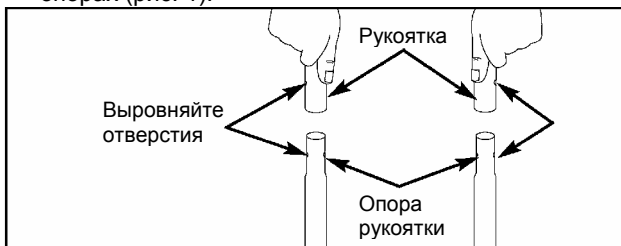

Рис. 1. Установка рукоятки на опору
1. Установите рукоятку на опоры, подсоединенные к основному устройству мойки. Убедитесь, что отверстия в рукоятке выровнены с отверстиями на опорах (рис. 1).